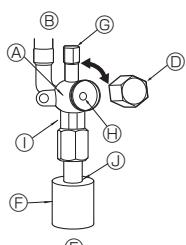

Fig. 4-5
- Si la presión se reduce en los pasos (2) o (3), hay una fuga de gas. Busque el punto de fuga del gas.
4.5. Método deertura de la válvula de retención (Fig. 4-5)